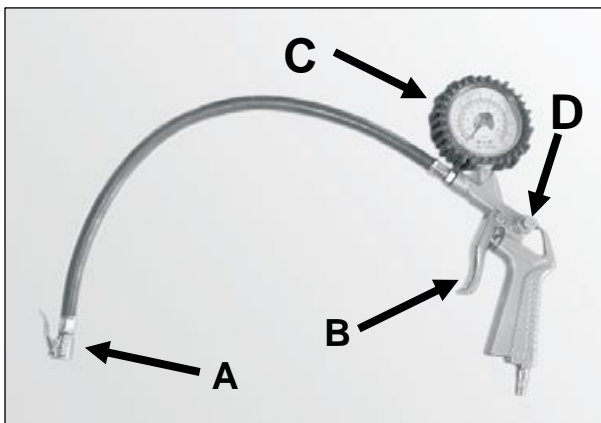

Рис. 13.
2. При накачивании автомобильных и большинства велосипедных шин к шлангу не требуется подсоединять никаких дополнительных переходных устройств (рис. 13). Нажмите на язычок **A** и подсоедините шланг непосредственно к шине, надев штуцер на ниппель (рис. 15) и отпустив язычок.